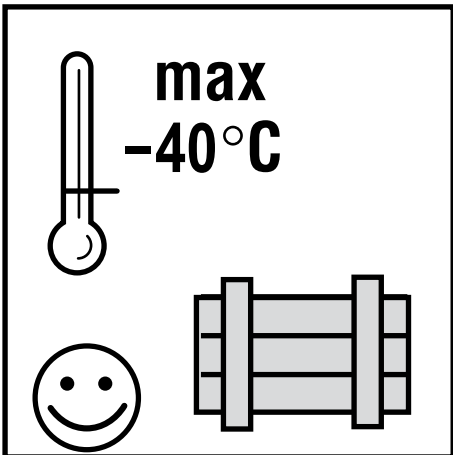

Fig.: 8
- Température de stockage avec le remplissage d'origine jusqu'à -40° C, remplissage à l'eau mettre le moteur à l'abri du gel (Fig.: 8)